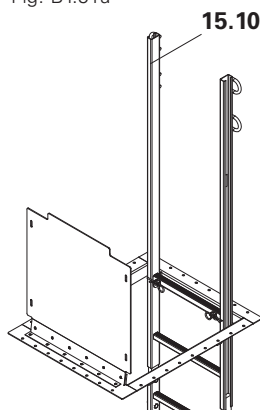

Fig. B1.51b
2. Ligar o primeiro ou segundo degrau ao alçapão e fixar com grupilhas. (Fig. B1.51b + B1.51c)